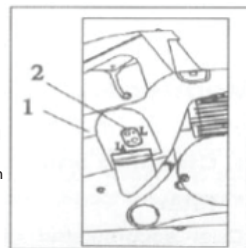

Fig 9
2. Reglarea carburatorului Carburatorul a fost presetat și reglat în fabrică pentru a realiza un amestec optim combustibilair, pentru o funcționare a motorului eficientă, fiabilă, cu emisii reduse. Filtrul de aer și bujia trebuia verificate și întreținute în mod periodic. În cazul în care se constată că polizorul unghiular nu funcționează satisfăcător (cum ar fi turația în gol, turația prea mare sau prea mică sau persistența unor emisii de noxe anormale), ar putea fi necesară o ușoară reglare a carburatorului, care include (ref. Fig. 9):
a. Reglarea setării standard: Găsiți Șurubul de reglare a turației reduse „L” (vezi Fig. 9) în interiorul orificiului de sus de pe capacul carburatorului, cu ajutorul unei șurubelnițe răsuciți șurubul L în sens orar până la capăt. După aceea răsuciți șurubul L înapoi (în sens antiorar) 360o. b. Reglarea turației în gol: De obicei este necesară reglarea turației în gol după reglarea Setării standard (a). pentru a regla turația în gol, mai întâi porniți motorul. Dacă turația în gol este prea mică, este posibil ca motorul să se oprească după pornire. În acest caz, faceți mai întâi setarea standard, conform instrucțiunii de la punctul (a), apoi răsuciți în sens orar șurubul LA de reglare a turației în gol (vezi Fig. 9) din interiorul orificiului inferior de pe capacul carburatorului până când discul începe să se rotească. După aceea răsuciți șurubul LA înapoi (în sens antiorar) un sfert de cerc (90o). Dacă turația în gol este prea mare, discul va funcționa la viteza de mers în gol, ceea ce nu este bine pentru polizorul unghiular. În acest caz, faceți mai întâi setarea standard, apoi răsuciți în sens antiorar șurubul LA de reglare a turației în gol până când discul încetează a se roti. Apoi răsuciți șurubul LA mai departe 90o (în sens antiorar).